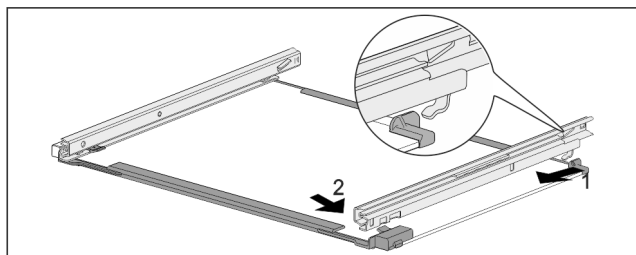

Fig. 175 Staklena ploča s vodilicama
- ▶ Zakvačite vodilicu sa stražnje strane. Fig. 175 (1)
- ▶ Uglavite vodilicu s prednje strane. Fig. 175 (2)